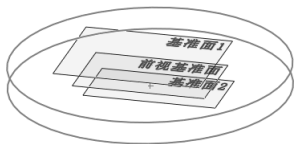

图 3-35 绘制两个圆
STEP 3 分别进入新创建“基准面 1”和“基准面 2”的草绘环境, 并分别绘制以草绘原点为圆心, 半径为 370mm 的圆, 如图 3-35 所示。